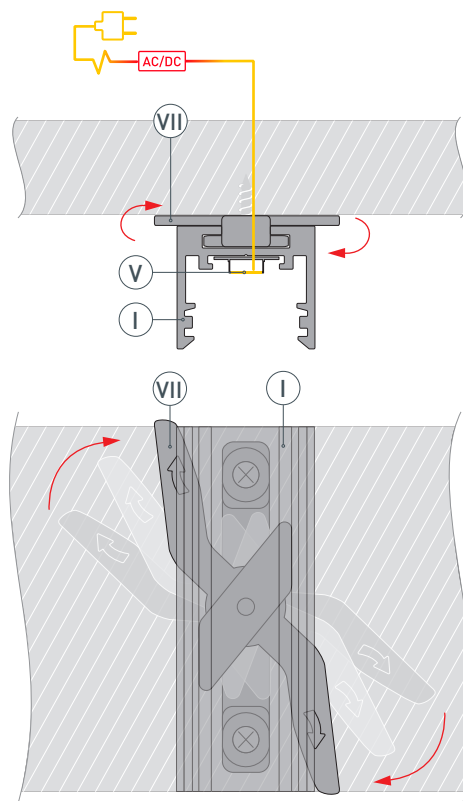

Рис. 3. Вид снизу
- 3** / Соедините кабели питания светодиодной ленты (V), строго соблюдая полярность, обозначенную на плате светодиодной ленты. Установите держатель (VII) в паз профиля (I), для фиксации профиля поверните подвижную часть держателя в обозначенном направлении до упора, как показано на рис. 3.